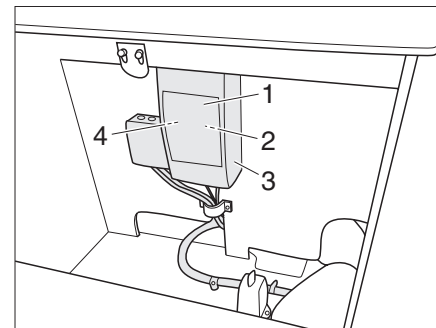

Bild 78 230 V-automatsäkring
230 V-automatsäkring (Bild 78,2) finns under en åtkomstlucka vid sätena på fordonets vänstra sida.
► Öppna täckluckan (Bild 78,1).
230 V-anslutningen säkras genom en tvåpolig automatsäkring (Bild 78,2).
▫ FI-brytaren (Bild 78,4) för 230 V ska lösas ut en gång om året för att mekanismen inte ska "klibba ihop" och utlösningstiden förlängas.